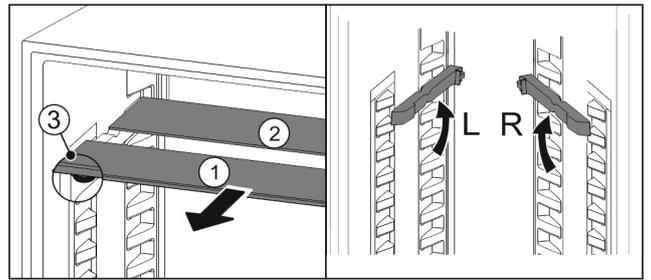

Fig. 60
- ▶ Retire las planchas de cristal individualmente hacia delante Fig. 60 (1).
- ▷ La placa de vidrio Fig. 60 (1) con moldura está situada delante.
- ▷ Los topes Fig. 60 (3) miran hacia abajo.